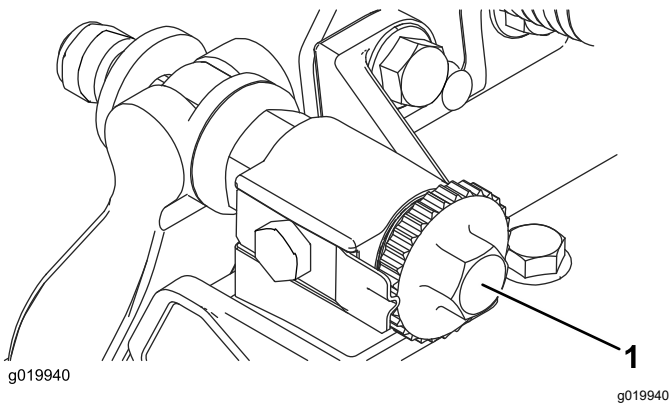

図 9
2. ベッドバー調整ねじを左に回してベッドナイフとリールの接触をなくす図 9。